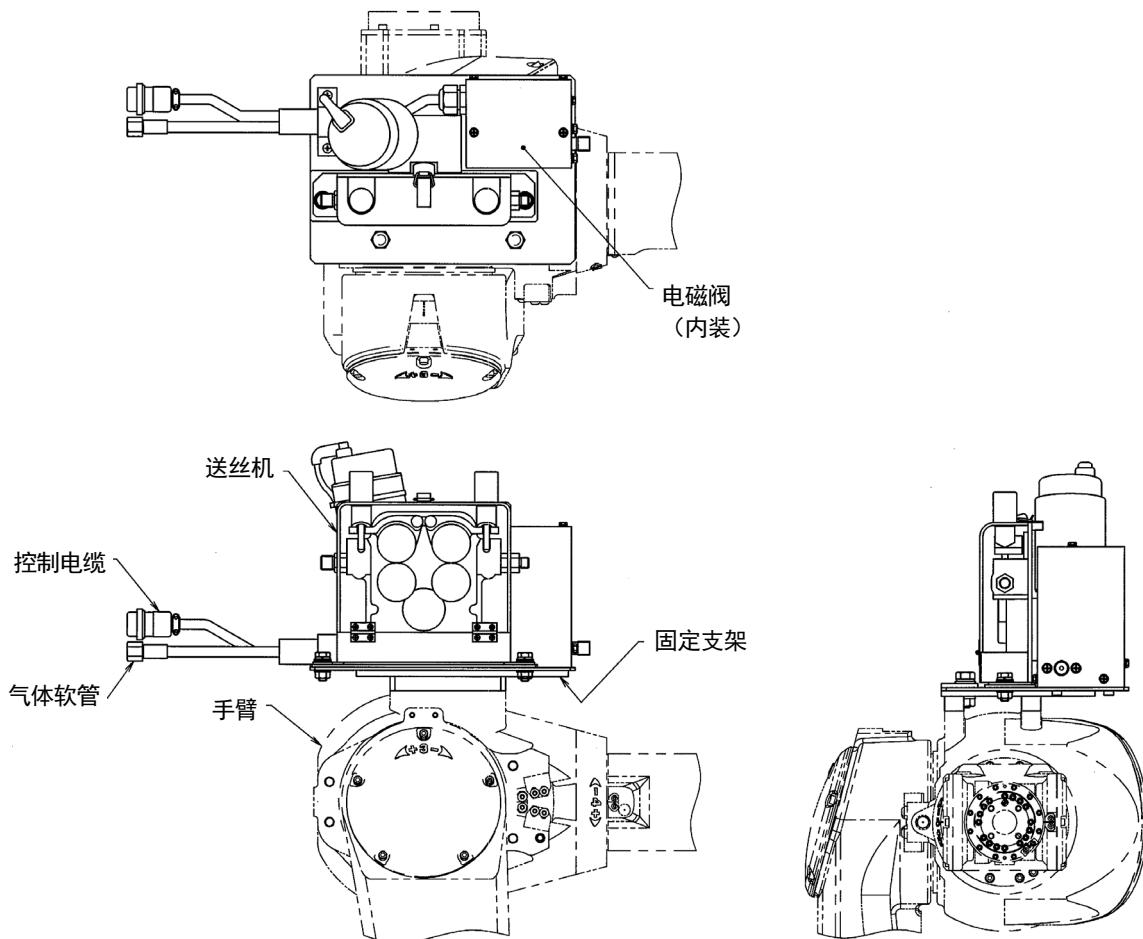

图 1.3 控制电缆的连接器连接（步骤 3）
3. 请参阅图 1.3 将送丝机的控制电缆（电机线及编码器线、电压检出线）的连接器与指定的连接器连接。